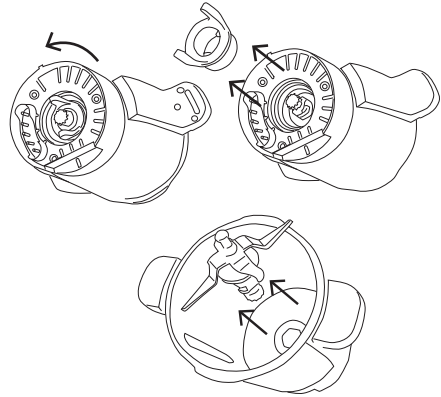

Fig.5
- Para montar la jarra, poner la tapa y girar en sentido de las agujas del reloj hasta que encaje con un clic. (Fig. 5).